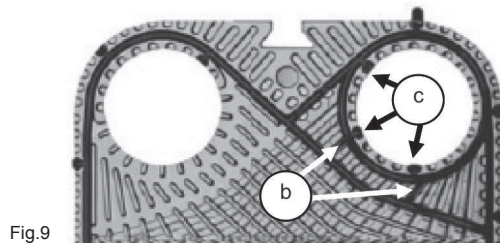

Fig.9
- En la otra mitad, elimine con una cizalla todos los Plug-In® y, en caso de haberlos, todos los puntos de adhesión entre la diagonal y el anillo de estanqueidad (Fig. 9 b). A continuación, siguiendo el procedimiento del punto 5.7.3, encole la junta excluyendo los anillos de estanqueidad.
1. Modelos con Plug-In® en el interior de los anillos de estanqueidad: con una cizalla corte todos los Plug-In® en el interior de los anillos de estanqueidad (Fig. 9 c) correspondientes a las perforaciones cerradas. A continuación, siguiendo el procedimiento del punto 5.7.3, encole los puntos de conexión entre la diagonal y el anillo.